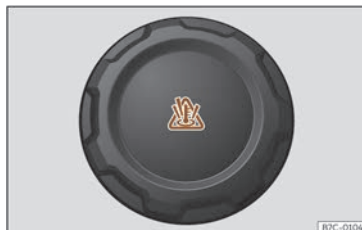

Fig. 200 Compartimentul motor: capacul vasului de expansiune pentru lichidul de răcire.
- Vasul de expansiune pentru lichidul de răcire poate fi recunoscut după simbolul de pe capac ▲ >>> **fig. 200**